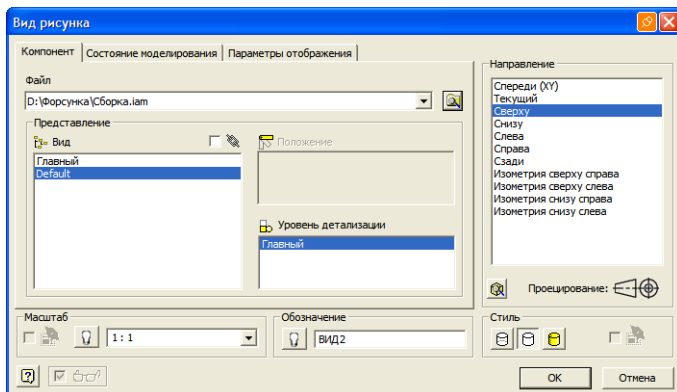
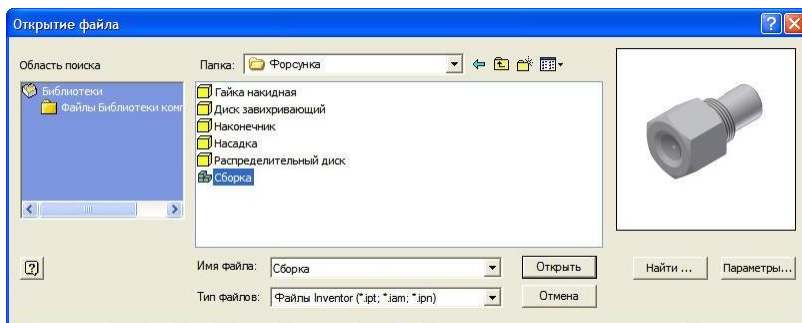

Рисунок 8.3 – Диалоговое окно **Вид рисунка**
Рисунок 8.4 – Диалоговое окно **Открытие файла**
- В диалоговом окне **Вид рисунка** (рис. 8.3) на закладке **Компонент** в строке **Файл** нажмите на кнопку обозревателя  и выберите файл «Сборка» (рис. 8.4), нажмите кнопку **Открыть**.